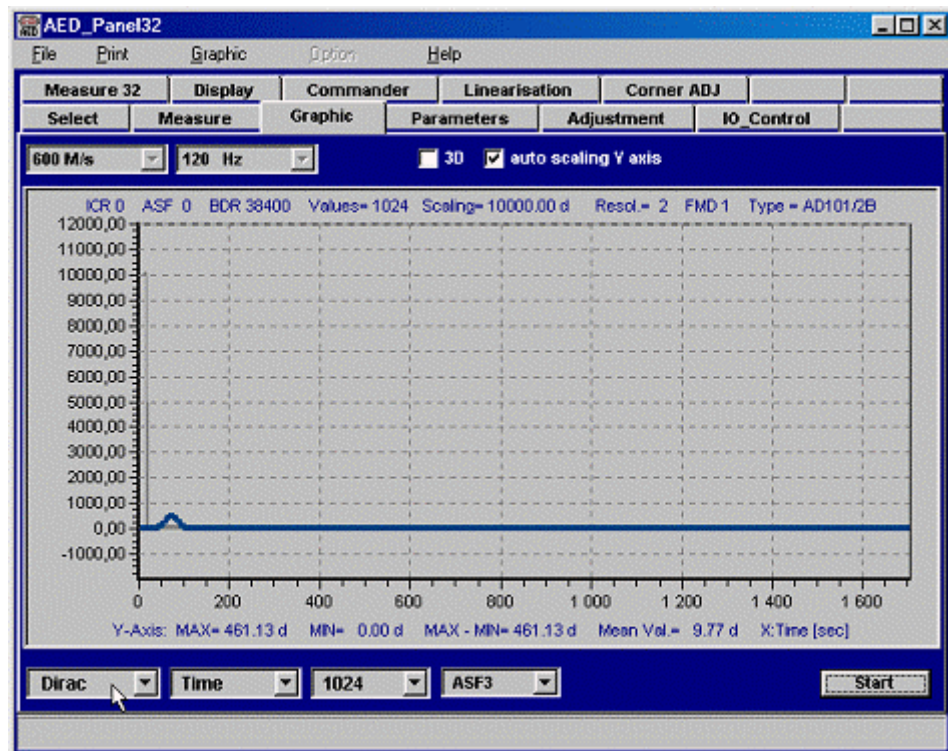

Abb. 9: Dirac-Stoß und Stoßantwort des ,post'-Filters (ASF3, FMD1)
- Nun wird das gewünschte ‚post‘-Filter ausgewählt und man erhält die Anzeige des Eingangssignals (grau) und des gefilterten Signals (blau/rot = Stoßantwort des Filters) in Abbildung 9.